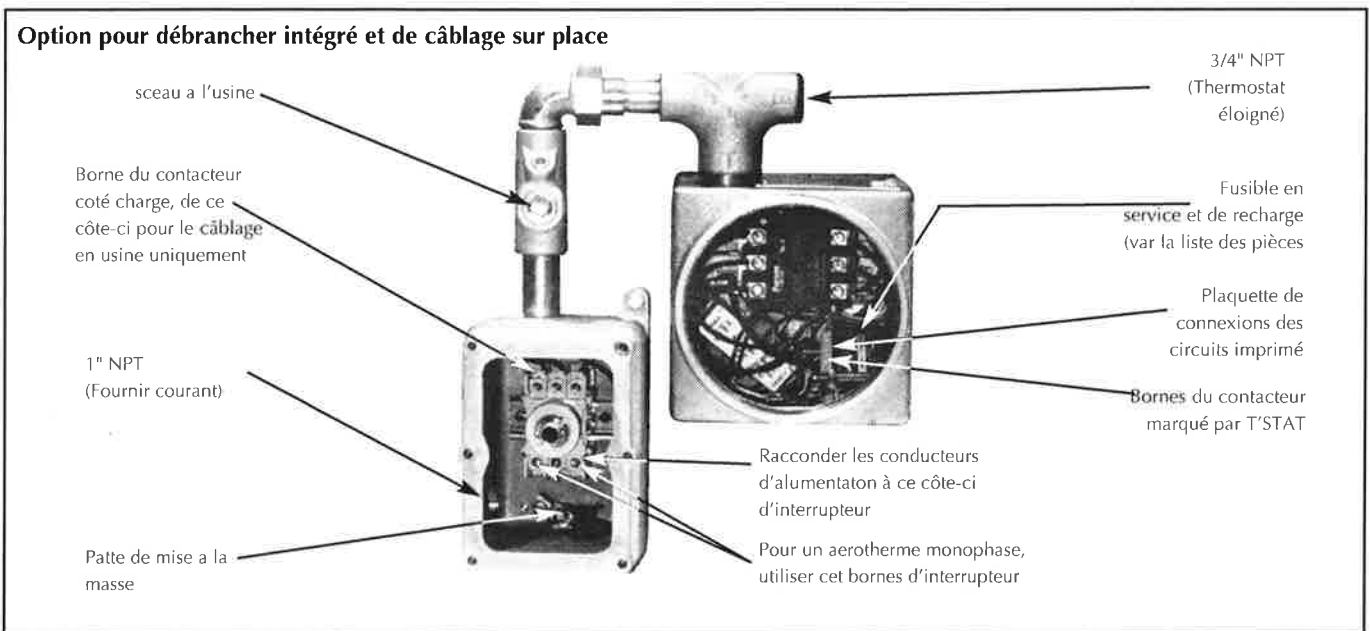

FIGURE 6B
3. L'aérotherme peut être fourni avec un débrancher intégral installé en usine. (Voir figure 6B). Câblage sur place pour le bébrancher intégral:
- Les conducteurs pour le courant et de terre sont passés dans le 1" NPT de la débrancher enclosure. (Voir Figure 6B) les conducteurs être fils à l'interrupteur sont dedans. Le conducteur de terre à la patte de mise à la masse attacher dedans enclosure débrancher.